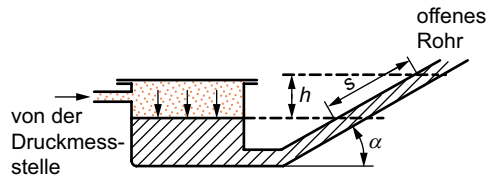

Bild 1.7 Schrägrohrdruckmesser
**Schrägrohrdruckmesser (Bild 1.7)**